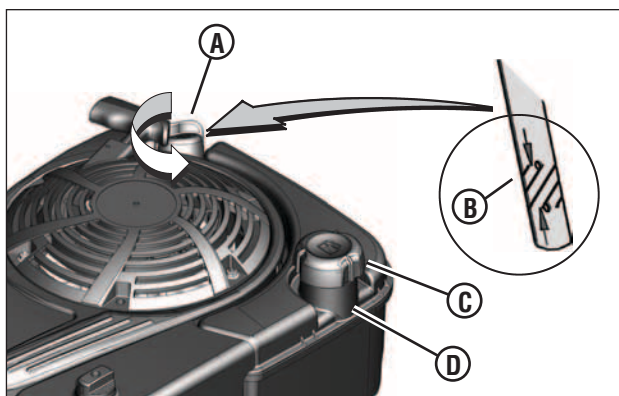

Figure 2 : Remplissage de carburant et d'huile
- Retirer la jauge d'huile (**A**, Figure 2) et essuyer avec un chiffon propre.
- Si le niveau est bas, ajouter l'huile (l'huile Briggs & Stratton SAE30 certifiée pour tondeuses est recommandée) lentement dans le trou de remplissage du moteur. **Ne pas trop remplir.** Après avoir ajouté l'huile, attendre une (1) minute et vérifier de nouveau le niveau d'huile.
- Enlever le bouchon de remplissage de carburant (**C**, Figure 2).